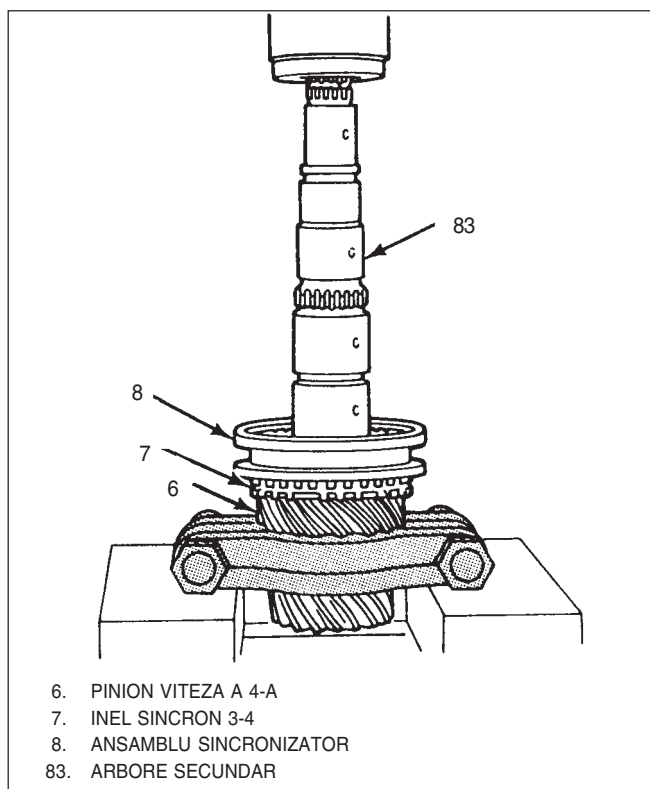
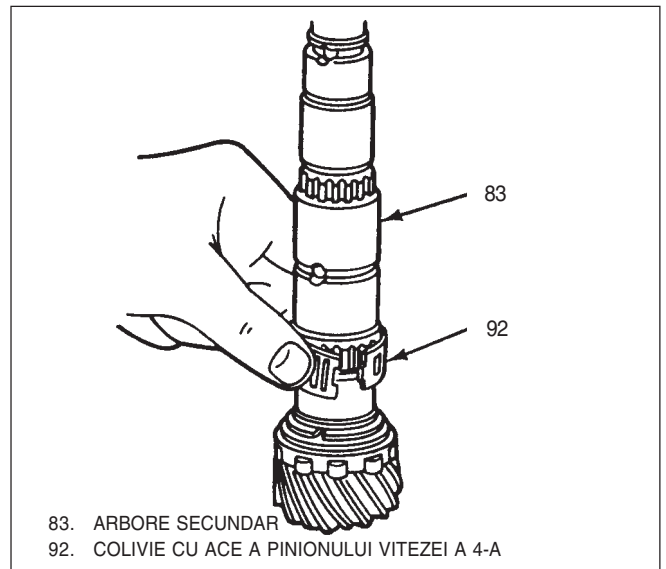

Fig. 25 Demontare ansamblu sincronizator și pinion viteza a 4-a
Fig. 26 Demontare colivie cu ace a pinionului vitezei a 4-a
- 5) La presă, se depresează pinionul vitezei a 4-a(6), Fig 25 și 50, și ansamblul sincronizator 3-4((7), (15), (8)) cît și colivia cu ace(92), Fig 26.